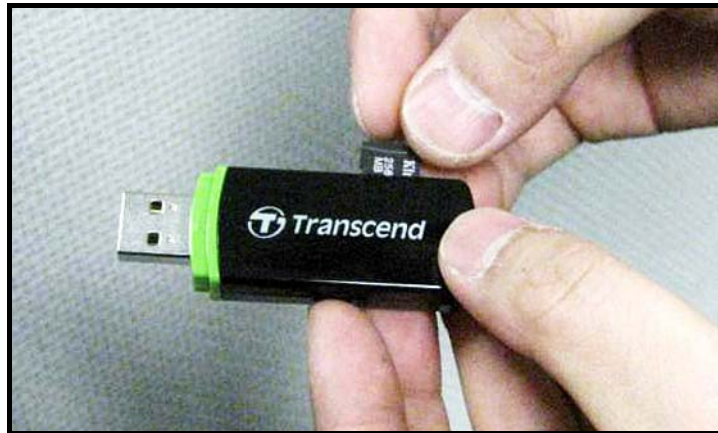

図 52 : マイクロ SD カードをカードリーダーへ差し込む
1. マイクロ SD カードをカードリーダーへ差し込みます（下の図 52 を参照）。